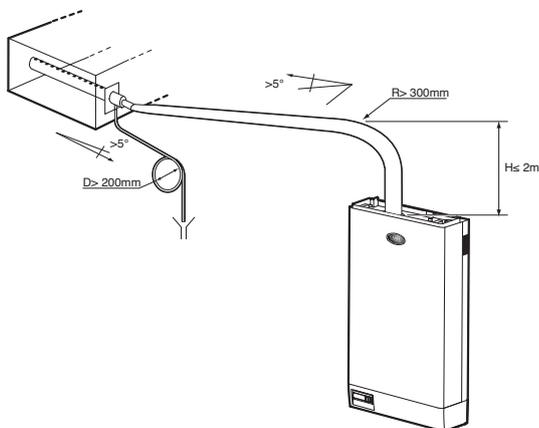
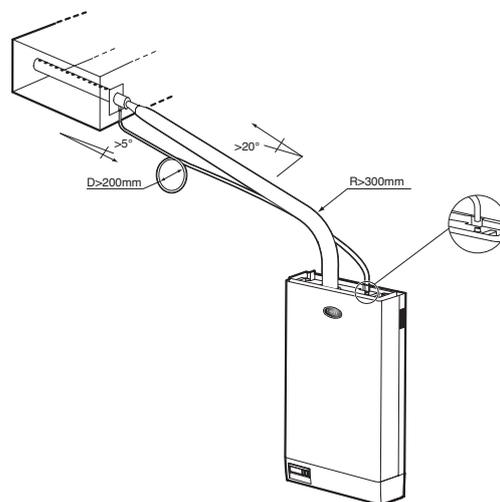

Fig. 4.6.2
Fig. 4.6.3
1. salita verso l'alto con un tratto verticale lungo almeno 300 mm seguito da una curva con raggio minimo di 300 mm ed infine un tratto discendente con pendenza costante non inferiore a 5° (vedi Fig. 4.6.2);
2. per percorsi molto brevi (inferiori a 2 metri), curva con raggio minimo di 300 mm seguito da un tratto in salita con pendenza non inferiore a 20° (vedi Fig. 4.6.3).
Per effetto della ricondensazione di una parte del vapore prodotto, lungo il tubo di trasporto del vapore e all'interno del distributore si forma della condensa che deve essere evacuata per evitare gorgoglii e perdite di efficienza. Lo scarico della condensa avviene per gravità con l'ausilio di un tubo flessibile che deve essere adatto a tale scopo. L'utilizzo di tubazioni inadatte può provocare infragilimento e fessurazioni con perdite di vapore. Per evitare la fuoriuscita di vapore non condensato attraverso il tubo della condensa, è necessario realizzare un sifone che può essere ottenuto conformando a ricciolo una parte del tubo di drenaggio. L'estremità del tubo della condensa può essere portata alla tubazione di drenaggio più vicina con una pendenza minima di 5° per favorire un corretto scarico (vedi Fig.4.6.2). Se la quota del distributore lo consente, il tubo può essere allacciato all'apposita connessione C in dotazione da avvitare sul tetto dell'umidificatore per drenare la condensa nella vaschetta d'alimento del boiler (vedi Fig. 4.6.3).
1. rise upwards with a vertical section of at least 300mm, followed by a curve with a minimum radius of 300mm and finally a downwards section with a constant gradient of no less than 5° (see Fig. 4.6.2);
2. for short paths (less than 2 metres), curves with a minimum radius of 300 mm, followed by a rising section with a gradient of no less than 20° (see Fig. 4.6.3).
The end of the condensate pipe can be connected to the nearest drain pipe, with a minimum slope of 5° to assist correct downflow (see Fig.4.6.2).
If the distance of the distributor allows, the pipe may be connected to fitting C, supplied, to be screwed onto the top of the humidifier, in order to drain the condensate back into in the supply tank of the boiler (see Fig. 4.6.3).